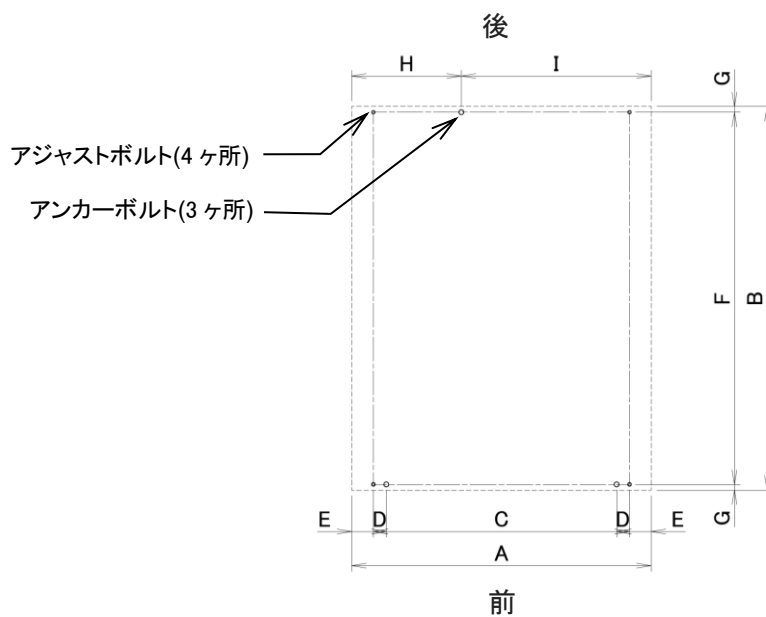

図 4-2
- 1) 機械の据付は、機械自重による床荷重(700kg/m²)に充分耐えられる所で、かつ、水平な所であれば、特別な基礎工事の必要はなく、簡易基礎にて水平を出し、3本のアンカーボルトにて固定するだけで充分です。ただし、特に地盤の弱い所は、機械ベース図(図 4-2)を参照の上基礎工事をしてください。また、機械の据付は水平器を用いて、左右は水平にし、機械の前後方向は機械前側が少し上がり気味になるように据付してください。